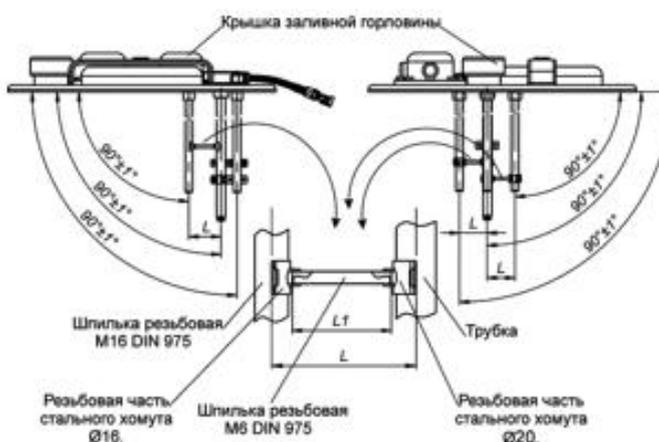

Рисунок 34
6. Определить длину (L1) резьбовой шпильки DIN 975 M6 согласно рисунку (Рисунок 34).
- Вставляя любой стержень Ø3...4 в резьбовые отверстия хомутов, и контролируя размеры (линейные и угловые) указанные на рисунке (Рисунок 34) определите длину L1.